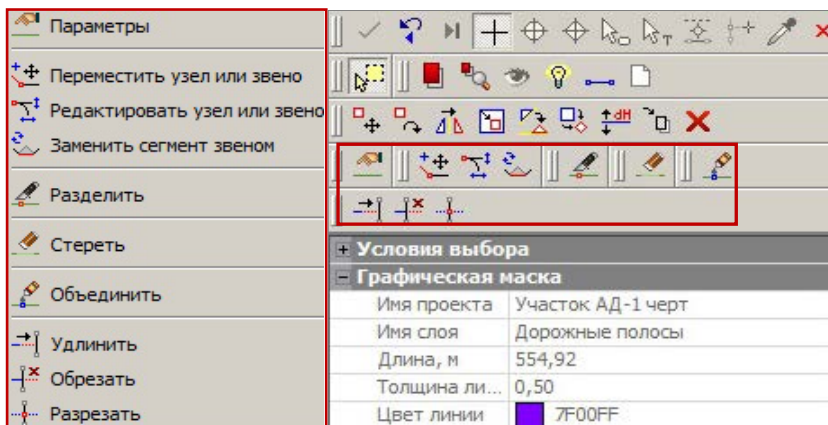

Рис. 4.4
- в режиме универсального редактирования выводятся только команды индивидуального редактирования элемента (рис. 4.4).